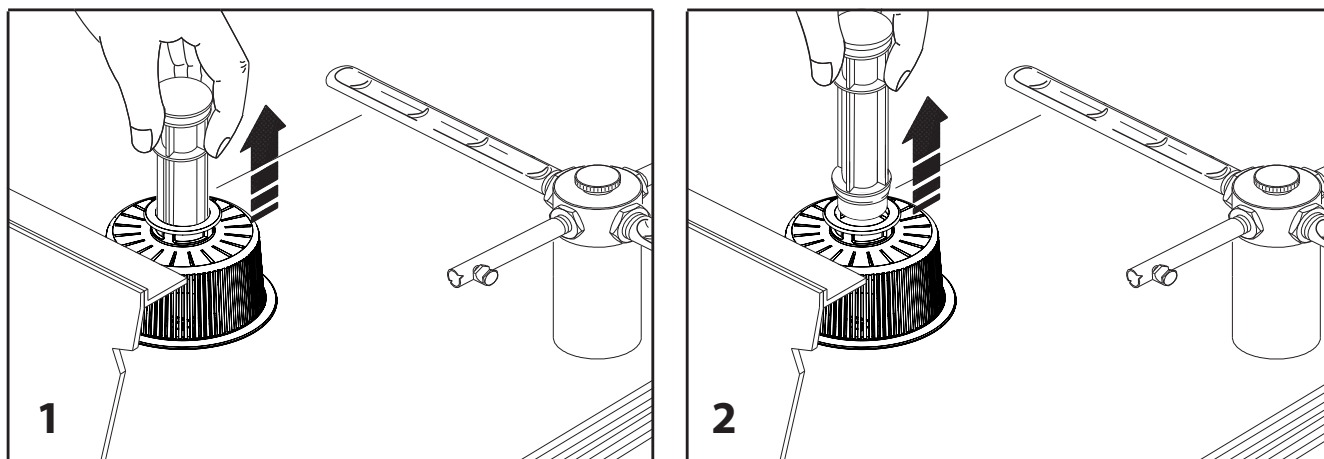

Fig. 16
2. *quite el tubo de demasiado lleno (fig. 16)*